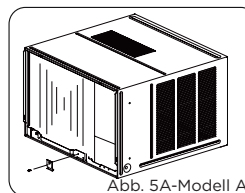

Abb. 5A-Modell A
- Entfernen Sie eine Schraube, mit der die Gehäusebefestigungshalterung befestigt ist, und nehmen Sie dann die Gehäusebefestigungshalterung ab, wie in Abb. 5A gezeigt.